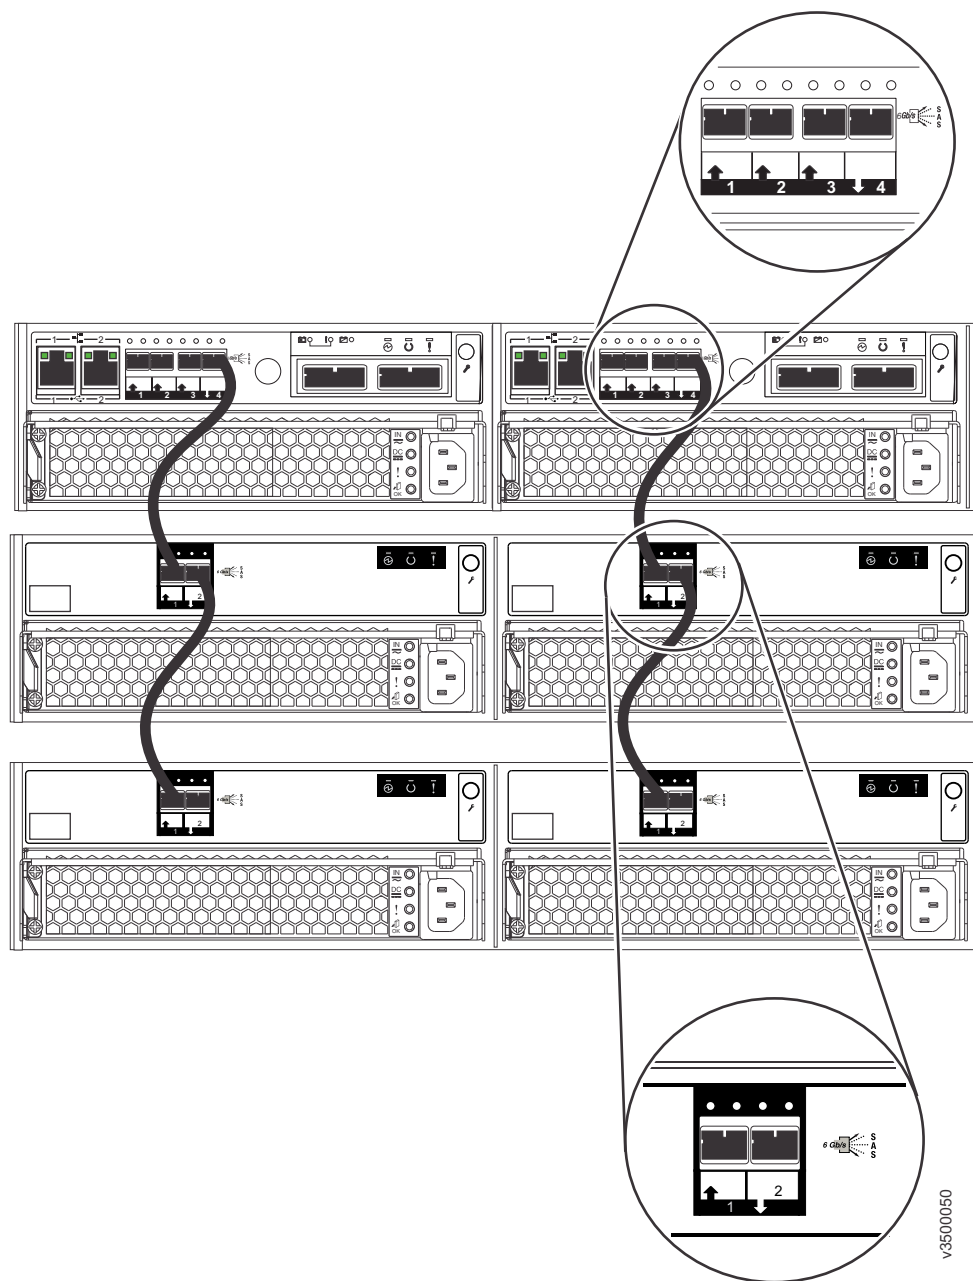

图 26. 连接 SAS 电缆
1. 使用提供的 SAS 电缆将控制机柜连接到第一个扩展机柜，如图 26 所示。
2. 如果安装了其他扩展机柜，那么将每个扩展机柜连接到前一个扩展机柜，如第 35 页的图 26 所示。